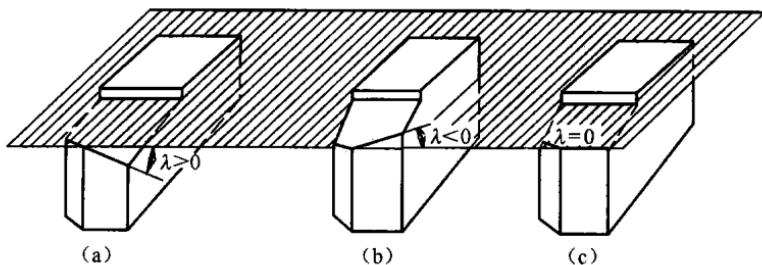

图 1-21 刀倾角
(3)刃倾角  $\lambda$  主切削刃和基面之间的角度是刃倾角  $\lambda$ ,如图 1-21 所示。